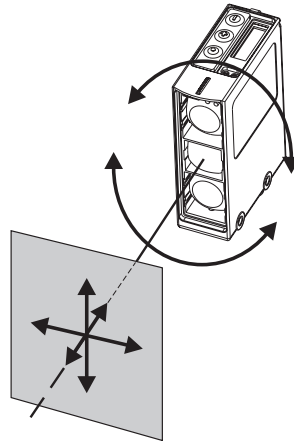

Ilustración 1 Posición del sensor
- o Al contrario que en los sensores con triangulación simple, en el **E3NT** de doble triangulación la dirección de movimiento del objeto de medición es posible en las tres direcciones. De esta forma se puede seleccionar discrecionalmente una posición rotatoria del sensor en torno a su eje óptico (véase *Ilustración 1 Posición del sensor*).